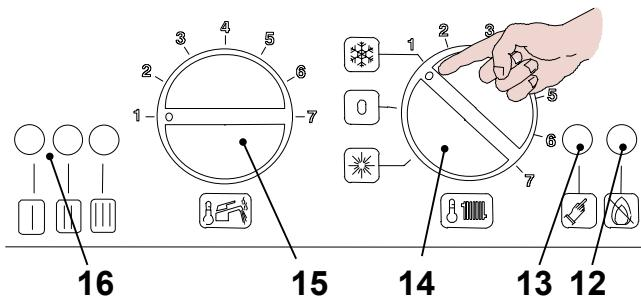
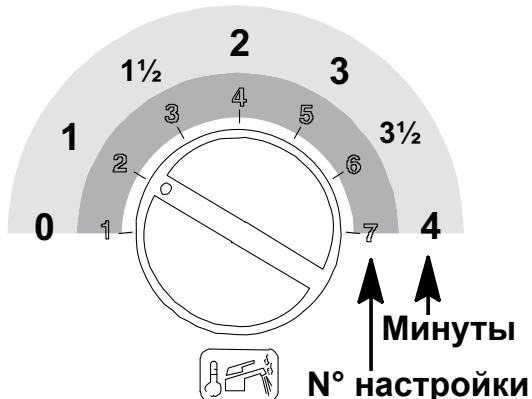

рисунок 5.27
рисунок 5.29
- Для настройки времени постциркуляции насоса сигнальные лампочки 16(рисунок 5.27) должны иметь вид, как показано на рисунке 5.28.
- Если данная последовательность не будет показана, нажмите на кнопку сброса 13 (рисунок 5.27) до тех пор, пока не будет выполнен показ (1 раз).
Для показа заданной настройки держите в нажатом положении кнопку сброса 13 (рисунок 5.27), примерно, 5 секунд. Сигнальные лампочки 16 (рисунок 5.27) будут мигать столько раз, сколько было установлено
- Для изменения настройки поверните ручку регулировки температуры санитарного оборудования 15 (рисунок 5.27) и поставьте её на выбранное время (рисунок 5.29) (на рисунке примера ручка была настроена на постциркуляцию в 1 минуту), сигнальная лампочка блокировки 12 (рисунок 5.27) начнёт быстро мигать.
- Для внесения в память настройки держите в нажатом состоянии кнопку сброса 13 (рисунок 5.27), примерно, 5 секунд, все сигнальные лампочки 16 (рисунок 5.27) начнут одновременно мигать, как показано на рисунке 5.30.